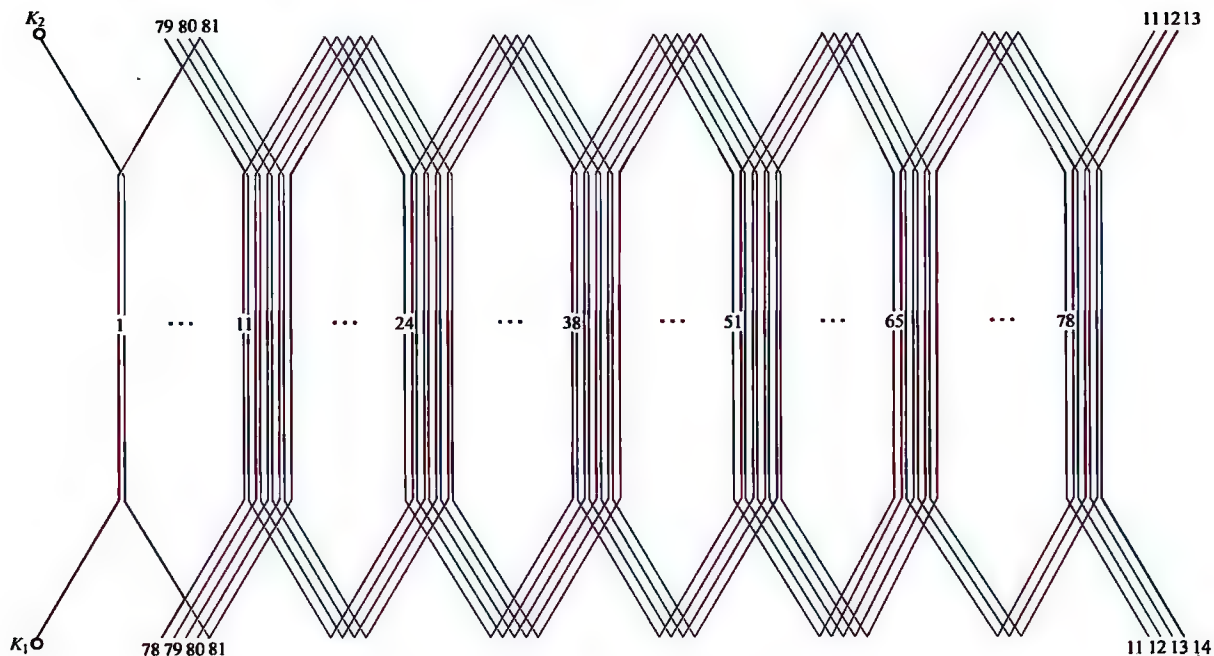

图 3-10 6 极 81 槽换位双层波绕组展开图
10. 6 极 81 槽换位双层波绕组展开图 (见图 3-10)